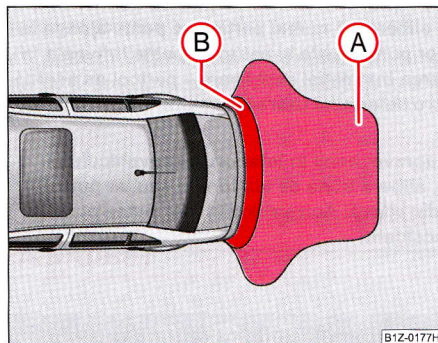
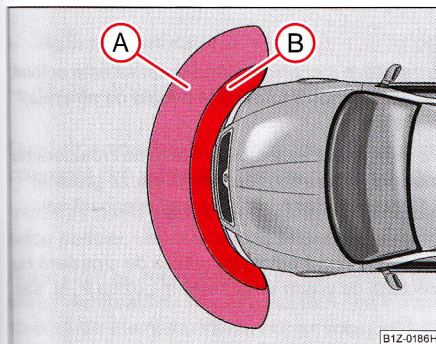

Fig. 132 Asistența la parcare: Zona de acțiune a senzorilor din spate
Fig. 134 Asistența la parcare: Zona de acțiune a senzorilor din față
Avertizarea obstacolului începe de la o distanță de cca. 160 cm. (zona **A**) ⇒ fig. 132) Odată cu micșorarea distanței, se scurtează intervalele dintre semnale.
Avertizarea pornește la o distanță de 120 cm față de obstacolul din fața autovehiculului (zona (A) ⇒ fig. 134) și de 160 cm față de obstacolul din spatele autovehiculului (zona (A) ⇒ pagina 144, fig. 132). Odată cu micșorarea distanței, se scurtează intervalele dintre semnale.
Pentru a garanta funcționarea ireproșabilă a sistemului de asistență la parcare, pe bara de protecție din față este permisă montarea unei rame a numărului de înmatriculare, care a fost omologată de Škoda pentru autovehiculul dvs. Astfel de rame neaprobate de producător, pot ajunge în zona de acțiune **(E)** ⇒ **pagina 145, fig. 134**. Ele pot fi recunoscute de sistem ca obstacol, determinând declanșarea semnalelor de avertizare. Dacă aveți întrebări, adresați-vă unei unități autorizate.